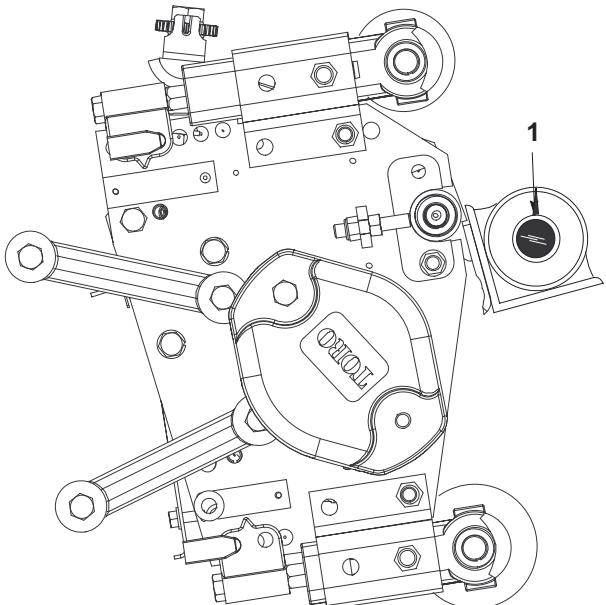

図13
1. ベッドナイフに傾斜計（P/N 99-3503）を当て、ベッドナイフの角度を測る（図13）。